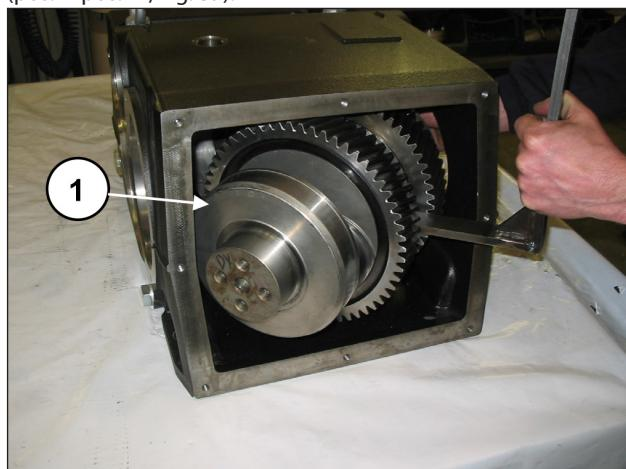

Fig. 39
Retire o eixo de manivela da parte posterior do cárter (pos. ① pos. ①, Fig. 39).